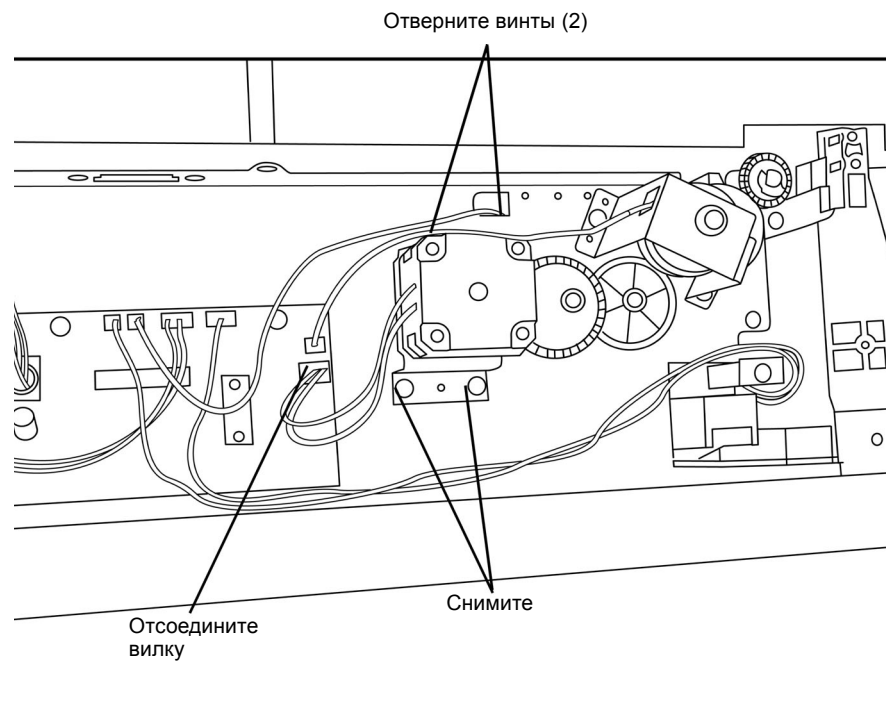

Рисунок 1 Отсоедините узел подачи
4. Отсоедините узел подачи (Рисунок 1).
- b. Отверните винты (2).